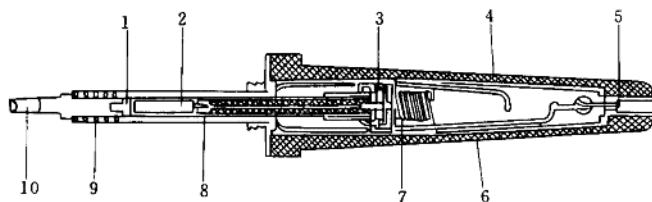

图 2-10 磁控电烙铁
2) 温控电烙铁 温控电烙铁是指烙铁头温度可以控制的电烙铁。根据控制方式的不同, 又可分为电控电烙铁和磁控电烙铁两种。图 2-10 所示的是磁控电烙铁。当电烙铁接通电源后, 软铁被软磁物质吸合, 通过连杆使继电器接通, 此时压缩弹簧被拉长。当烙铁头的温度升高到某一值时, 软磁物质失去磁性, 压缩弹簧将继电器拉开, 停止对加热器件供电, 烙铁头温度开始下降。降到一定温度时软磁物质恢复磁性, 继电器吸合, 又开始对加热器件供电。这样不断地重复而使烙铁头的温度保持恒定。选择不同的软磁物质可以得到不同的温度。